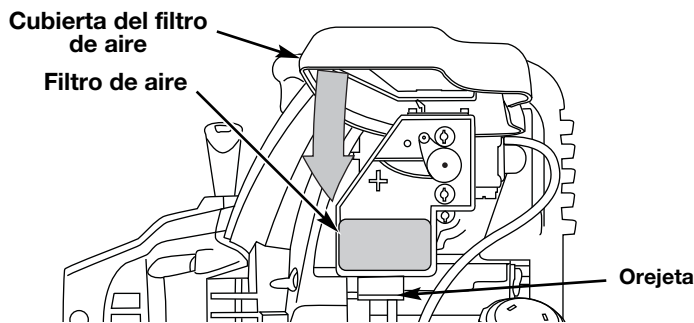

Fig. 28
8. Gire la tapa hacia abajo hasta que la lengüeta de la placa posterior del filtro de aire se enganche en la ranura de la tapa del filtro de aire (Fig. 28).